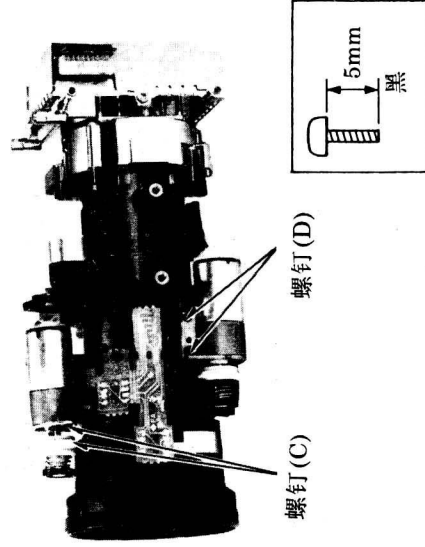

图 31
② 在更换 CCD 器件之后, 摄像部分需进行调整。
- 步骤: ① 卸下 2 个螺钉(C), 取下变焦电机部分, 如图 31 所示;
- 步骤: ① 如图 31 所示, 卸下 2 个螺钉(D), 然后取下聚焦电机部分;
② 安装新的聚焦电机部分;
③ 更换后, 自动聚焦部分各部件调整均需加以确认。